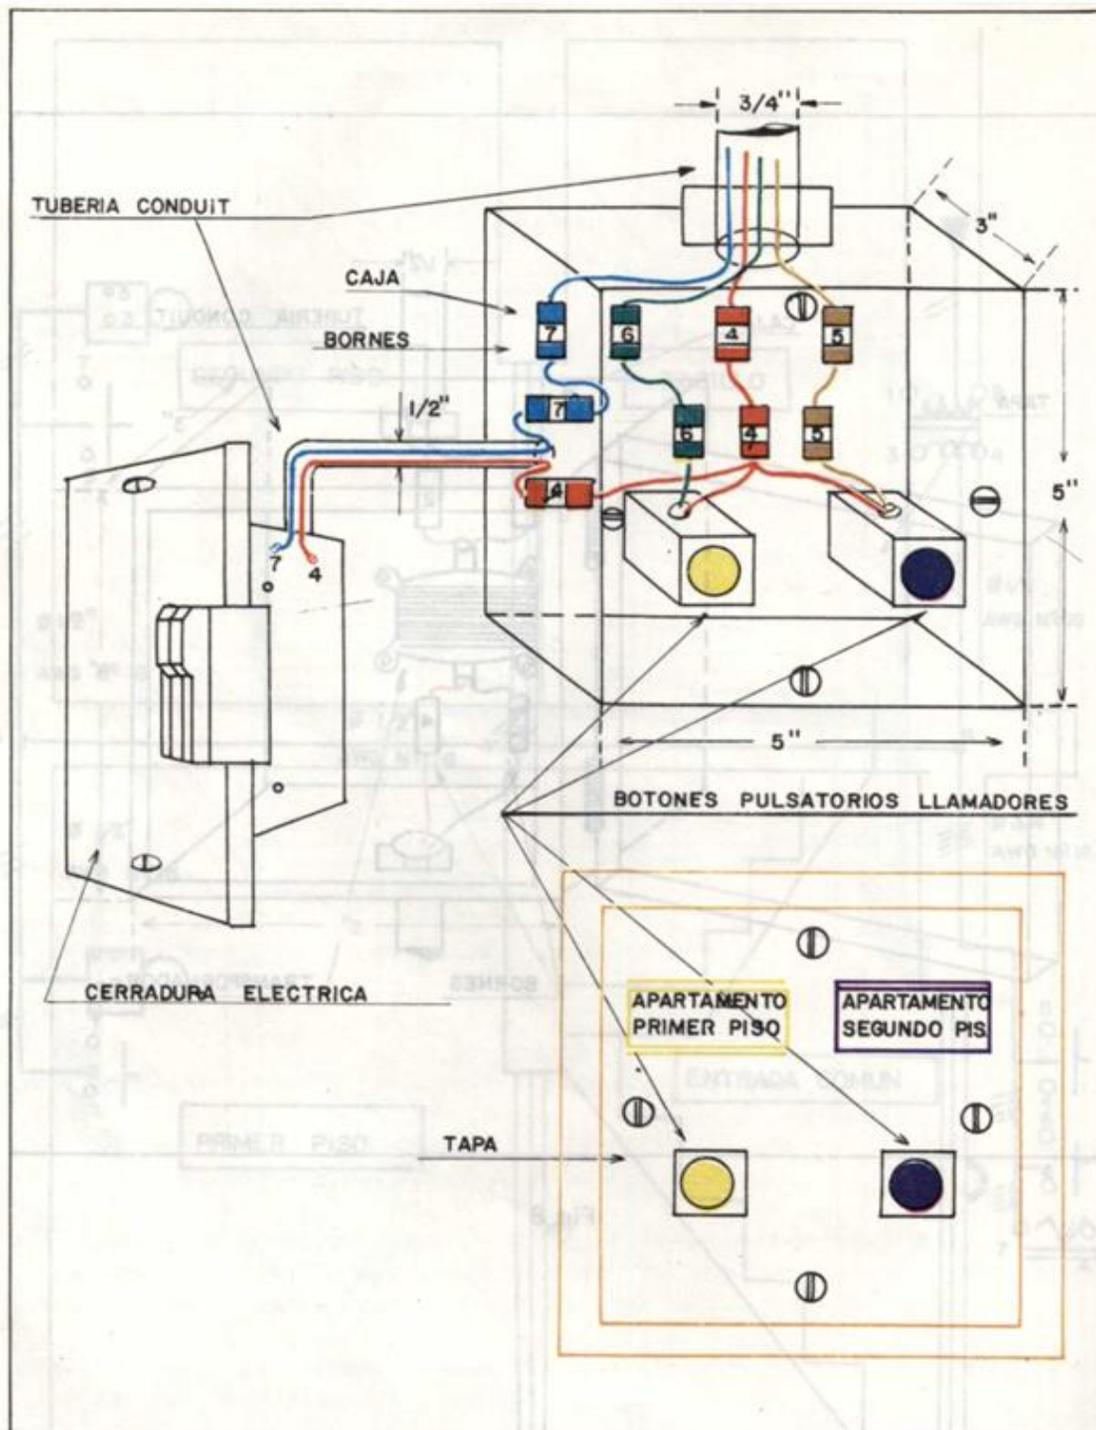

Fig. 9
- Una caja de control de llamada y cerradura colocando los bornes 7, 6, 4 y 5 como se encuentra en la Figura 9. Instale dos botones pulsatorios llamadores, uno para el primer piso y otro para el segundo, rotulándolos: "Apartamento primer piso" y "Apartamento segundo piso". Hay una tubería conduit de media pulgada que conecta la cerradura eléctrica con los conductores rotulados 7 y 4. Para mayor información vea la Fig. 9.